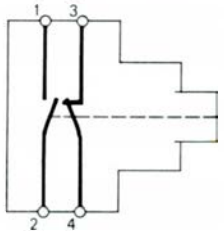

fig. 7 - 1 contact à ouverture + 1 contact à fermeture.
- 1 contact à ouverture + 1 contact à fermeture : raccordement du contact à ouverture entre 3 et 4 (arrêt), raccordement du contact à fermeture (marche) entre 1 et 2. Voir fig. 7.